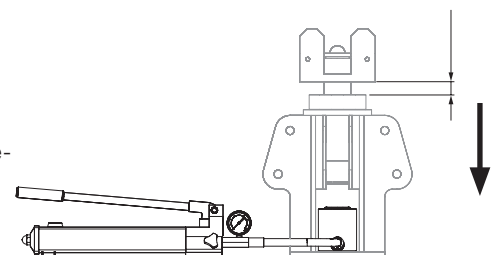

Fig. B1.10
4. Abbassare la pressione dal cilindro idraulico (8). (Fig. B1.10)
6. Regolare l'altezza per tutti i 4 alberi di testa (1)